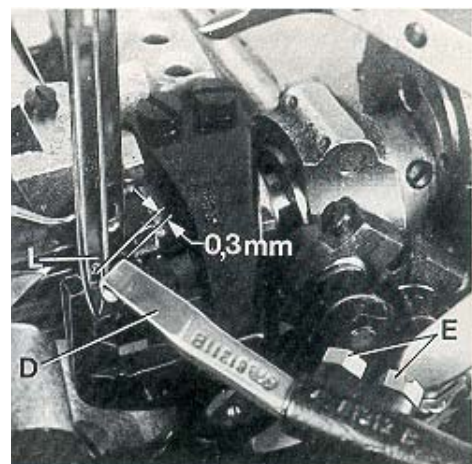

Fig.15
At the left end of its swing motion cross looper (D, Fig. 15) must be positioned so that the left needle (L) securely stitches into the thread loop hanging around the hook of cross looper (D). In front of the left needle the cross looper should pass in a distance of 0.3 mm (.012") (see Fig. 15).
Al final izquierdo de su recorrido, el looper cruzado (D, Fig. 15) debe estar posicionado de manera tal que la aguja izquierda (L) forme la puntada en el lazo del hilo guindando alrededor de el gancho retenedor del hilo del looper cruzado (D). El looper cruzado debe pasar frente a la aguja izquierda a una distancia de 3 mm (Ver Fig. 15).
After loosening the two screws (E, Fig. 15) the 0.3 mm (.012") distance to the left needle is adjustable. Retighten screws on the flat of the cross looper shank.
Después de aflojar los dos tornillos (E, Fig. 15) la distancia de 0,3 mm de la aguja izquierda es ajustable. Apriete los tornillos en la parte plana del tronco del looper cruzado.